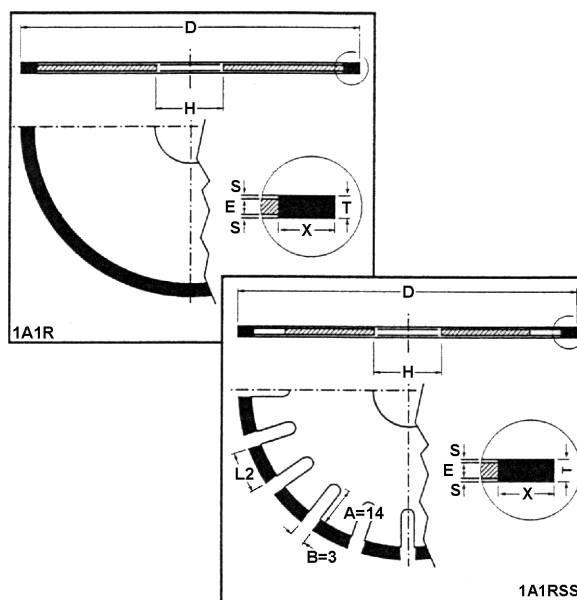

Abb. 1 Unterschiede zwischen einer geschlossenen und einer segmentierten Trennscheibe
Der „Freischnitt“ (S) der Trennscheibe, Dickenunterschied zwischen Diamantbelag und Grundkörper (Abb. 1), regelt die erzielten Schnittergebnisse. Wenn er zu klein ist, kann es zu einem Kontakt zwischen dem Grundkörper und dem getrennten Material kommen, was zu Anbrüchen sowie zum Erwärmen und Verwerfen des Grundkörpers führen wird. Außerdem ist bei zu kleiner Auslegung des Freischnittes durch den seitlichen Verschleiß des Diamantbelages keine gute Ausnutzung der gesamten Belaghöhe möglich.